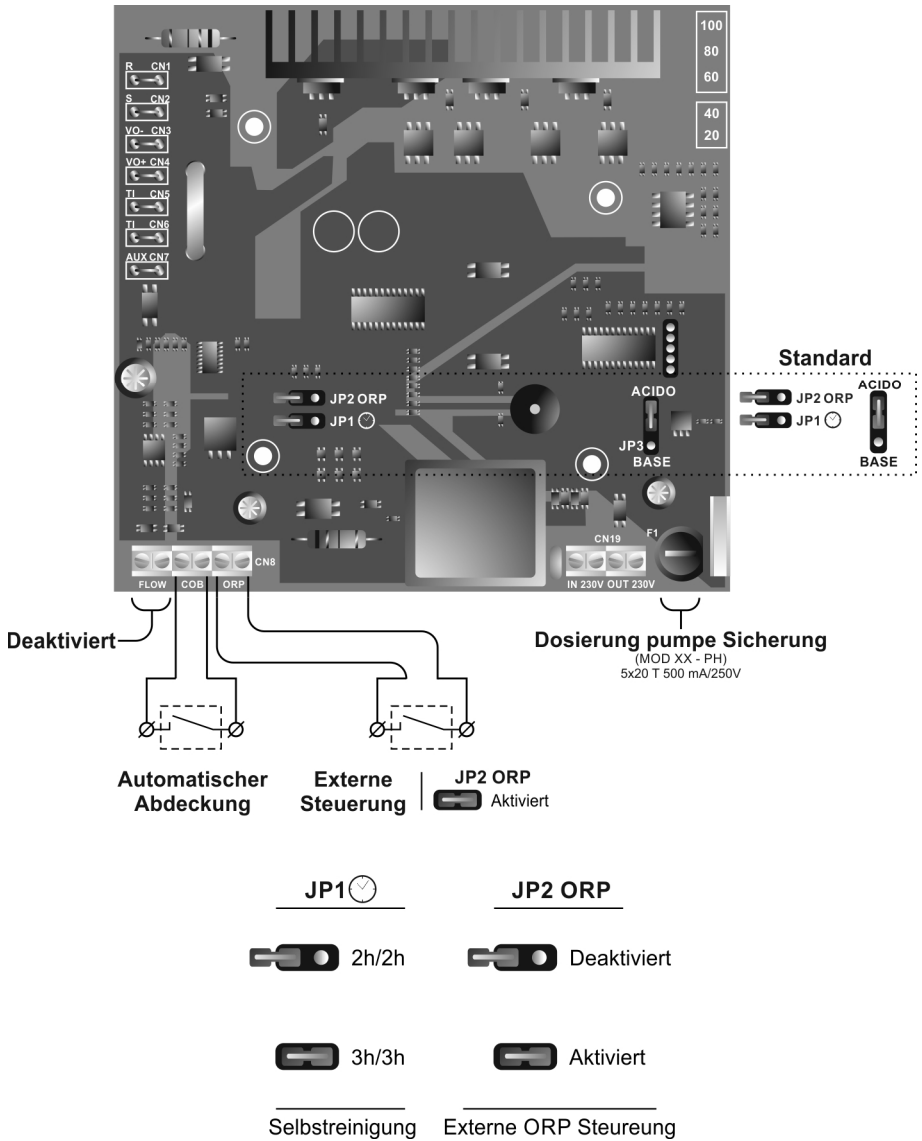

Abb. 11
- **ELEKTRODENSELBSTREINIGUNGSSYSTEM:** Die Umkehrfrequenz kann mit dem auf der Systemsteuerplatte befindlichen „JP1“-Jumper gewählt werden (Abb. 11). Diese Konfiguration tritt in Kraft, wenn man das Gerät aus- und wieder einschaltet.